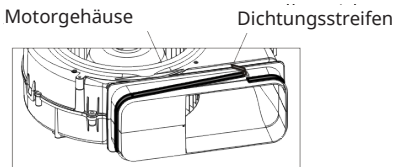

Abbildung 3
4. Reinigen Sie die Oberfläche des Motorluftauslasses mit einem Tuch, kleben Sie den Dichtungsstreifen um den Luftauslass und schneiden Sie überschüssiges Material ab, indem Sie die beiden Enden des Streifens miteinander verbinden. (siehe Abbildung 3).